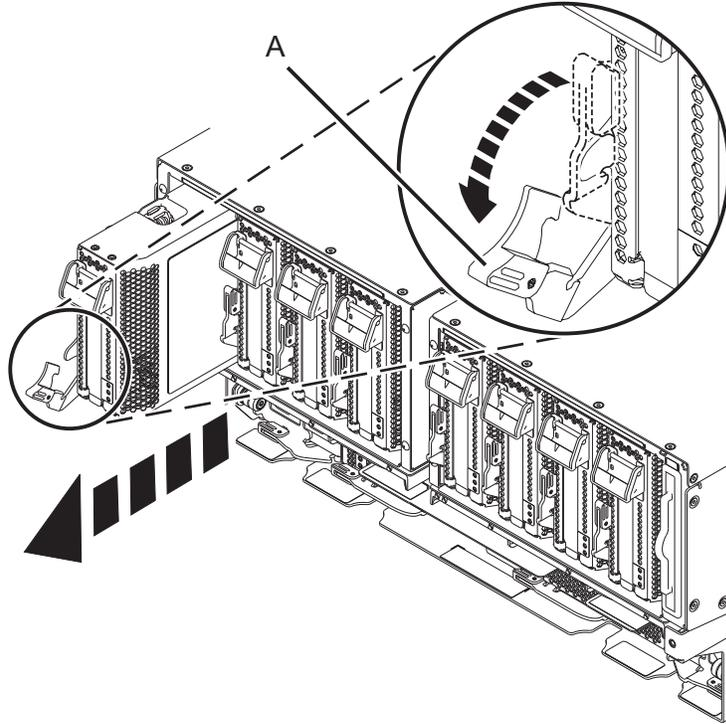

図 2. システムからの PCIe アダプター・カセットの取り外し
- b. 赤褐色のカセット・ハンドル (A) を、4 ページの図 2 に示されている方向に回転させ、ハンドル (A) を押し下げて、スロットのコネクターからカセットを外します。